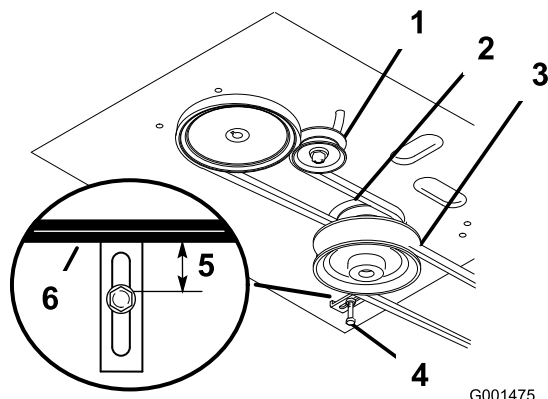

Figure 41
Remarque: Le guide de courroie et la courroie du tablier de coupe doivent être espacés de 19 mm (3/4") quand la courroie est engagée (Figure 41). Réglez la courroie du tablier de coupe au besoin. La courroie désengagée ne doit pas traîner ni tomber de la poulie quand les guides et la tension de la courroie sont réglés correctement.
8. Vérifiez que le guide de courroie sous le bâti du moteur est réglé correctement (Figure 41).